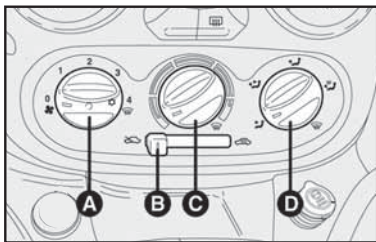

fig. 43
COMANDOS - fig. 43
5) Ar-condicionado: pressionar o seletor **A**-fig. 43.
O ar-condicionado é muito útil para acelerar o desembaçamento, pois desumidifica o ar. É suficiente regular os comandos para a função de desembaçamento e ativar o condicionador, apertando o seletor **A-fig. 43**.
- 1) Condicionador de ar ligado: seletor **A-fig. 43**.